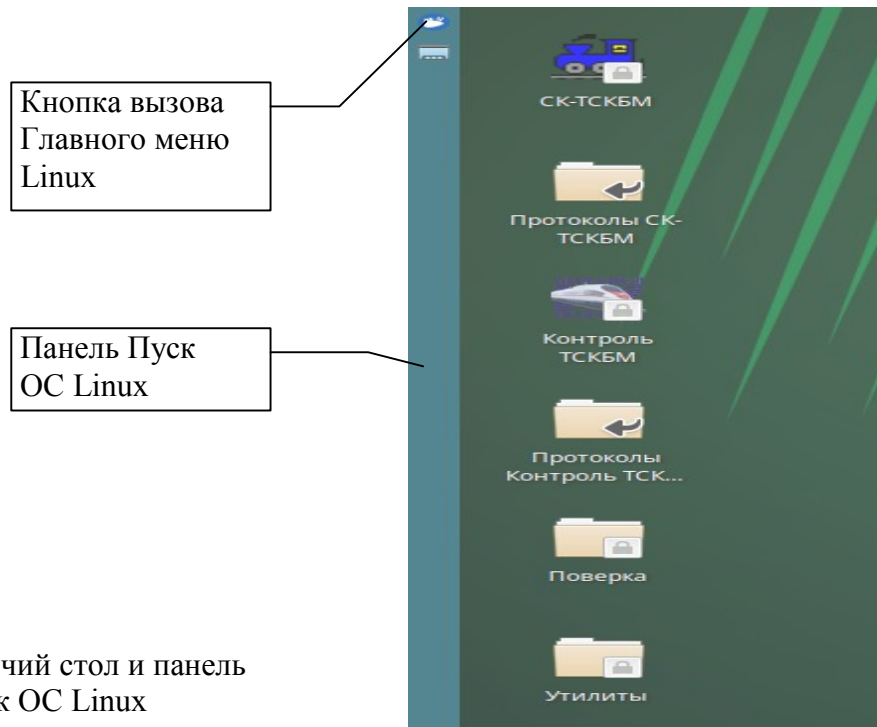

Рисунок 2.3.а – Рабочий стол и панель Пуск ОС Linux
2.3.2.1 Включите электропитание по п.2.3.1.7. После включения электропитания происходит загрузка ПО компьютера. При этом в начале на экране появится Рабочий стол ОС Linux, см. рисунок 2.3.а.